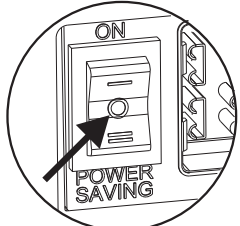

Abbildung 1
- Stellen Sie vor der Installation des AC Master sicher, dass sich der Hauptschalter in der Position OFF ("0") befindet (Abbildung 1).